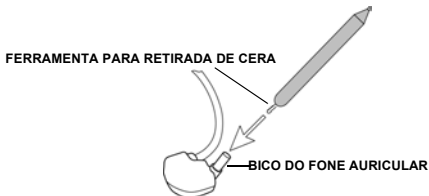

FIGURA 1: Retirada de cera
- *Use a ferramenta para retirada de cera fornecida para limpar os bicos após cada uso (veja a figura 1).*